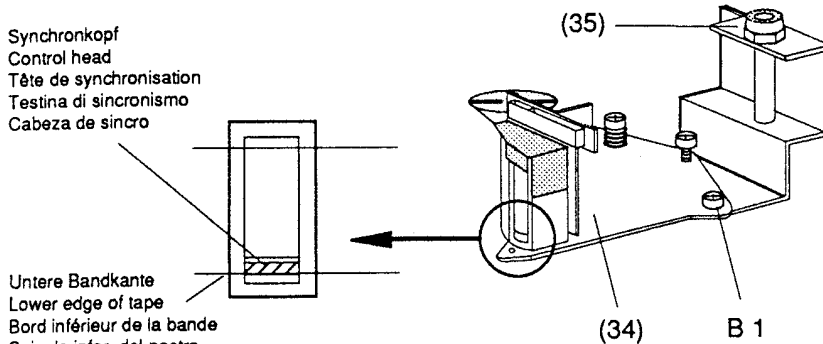
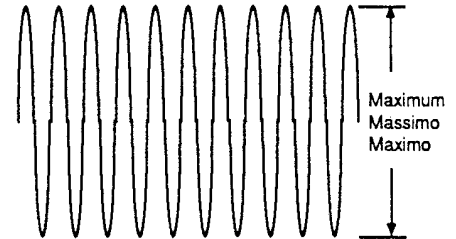

Fig. 42
Fig. 43
- mit Mutter (35) den unteren Rand des Synchronkopfes mit dem unteren Rand des Bandes zur Deckung bringen (Fig. 42).
- mit Mutter (35) maximale Ausgangsspannung einstellen (Fig. 43).
- Turn the nut (35) so that the bottom edge of the Sync Head coincides with the lower edge of the tape (Fig. 42).
- Adjust the nut (35) to obtain maximum output voltage (Fig. 43).
- Ruotare il dado (35) finché il bordo inferiore della testina di sincronismo viene coperto dal bordo inferiore del nastro (fig. 42).
- Con il dado (35) regolare per la massima tensione d'uscita (fig. 43).
- mit Schraube "B1" maximalen Ausgangspegel einstellen (Fig. 42, Fig. 43).
- Adjust the screw "B1" to obtain maximum output voltage (Fig. 42, Fig. 43).